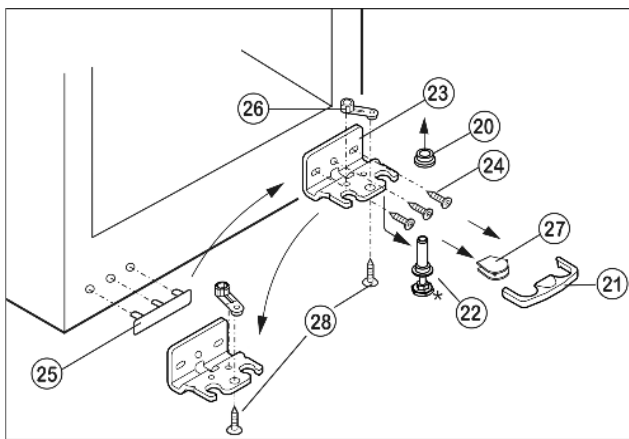

Fig. 9
- ▶ Sicherung Fig. 9 (21) nach vorn abziehen.
- ▶ Abdeckung Fig. 9 (27) abziehen.*
- ▶ Stellfuß Fig. 9 (22) ganz eindrehen.
- ▶ Lagerbolzen Fig. 9 (22) nach unten und vorn herausziehen. Dabei auf Scharnierbuchse Fig. 9 (20) achten.
- ▶ Lagerbock Fig. 9 (23) abschrauben (3 x Torx 25) Fig. 9 (24).
- ▶ Lagerteil Fig. 9 (26) abschrauben (1 x Torx 25) Fig. 9 (28) und in das gegenüberliegende Aufnahmeloch des Lagerbocks umsetzen, wieder festschrauben.
- ▶ Griffseitige Abdeckung Fig. 9 (25) vorsichtig abheben und umsetzen.
- ▶ Lagerbock Fig. 9 (23) auf der neuen Scharnierseite **fest (mit 4 Nm)** ggf. mit Hilfe eines Akkuschraubers wieder anschrauben.
- ▶ Abdeckung Fig. 9 (27) auf der Gegenseite aufsetzen.*
- ▶ Die Sicherung (21) muss seitlich am Lagerbock einrasten, damit der Lagerbolzen und damit die Tür gesichert ist.
- ▶ Sicherung (21) auf Lagerbock wieder aufrasten.
- ▶ Scharnierbuchse Fig. 9 (20) aufsetzen.
- ▶ Tür von oben auf Lagerbolzen unten Fig. 9 (22) aufsetzen.
- ▶ Die Tür evtl. über die beiden Langlöcher im Lagerbock unten Fig. 9 (23) fluchtend zum Gerätegehäuse ausrichten. Dazu mittlere Schraube herausdrehen.